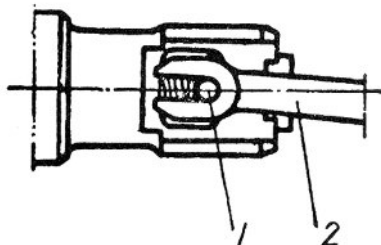

Fig.16- Localização correta do garfo de governador
(D) Monte a bomba de injeção e tenha certeza que a bola que ajusta braço coincide exatamente com a abertura no garfo do governador (Fig.16). Depois do limitador de combustível foi desmontado para impedir que o motor fique fora de controle, aperte os parafusos fixando-o. O posicionamento correto da bola com a abertura pode ser conferido pelo buraco de inspeção.